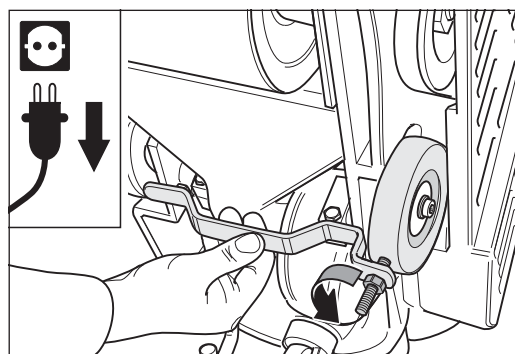

Abb. 71 Abnehmen der aktuellen Einstellung des rechten Rads (von unten betrachtet) mit Hilfe der Einstellvorrichtung.
- 5 Zum Einstellen nehmen Sie zunächst mit der Einstellvorrichtung (siehe Werkzeugtasche) die Ist-Position des einstellbaren Rads ab. Legen Sie die Einstellvorrichtung so an das Maschinengehäuse an, dass sie sowohl beidseitig an dem Maschinengehäuse als auch an dem einstellbaren Rad anliegt. Gegebenenfalls muss der Gewindestift der Einstellvorrichtung verdreht werden. Lösen Sie dafür die Mutter an der Einstellvorrichtung (Abb. 71).